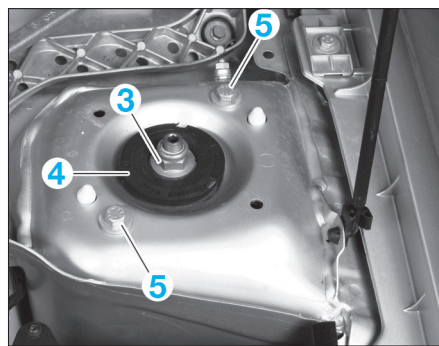

FIG. 4
- Déposer la fixation (3) de la butée supérieure (4) d'élément de suspension, puis cette dernière (fig. 4).
- Déposer les fixations supérieures (5) de l'élément de suspension.